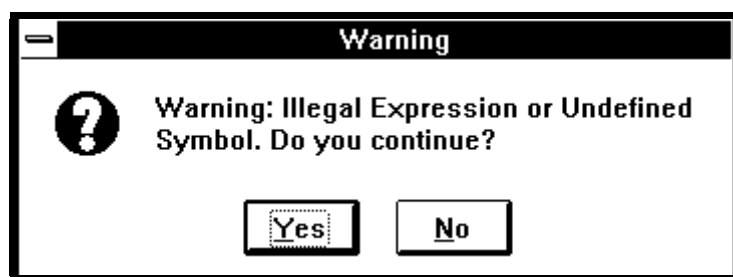

図 11-6 ウォーニングダイアログ
- アドレス式が正しく計算できなかった場合(例えばシンボルが未定義の場合)、図 11-6に示すウォーニングダイアログを表示します。このダイアログの Yes ボタンをクリックすると、そのアドレス式を無効なウォッチポイントとして登録します。無効なウォッチポイントは、メモリ表示の対象になりません(アドレス/ビット表示領域は空白、データ表示領域は常に “--<not active>--” で表示します)。